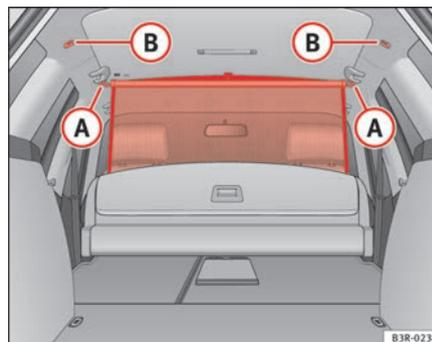

Fig. 121 Argollas para la red de separación
- Coloque la barra transversal en las argollas de alojamiento **B** ⇒ fig. 121.
⇒ página 154, fig. 121.